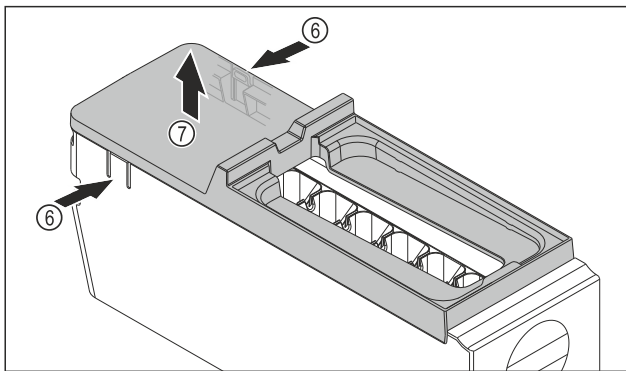

Fig. 79
- ▶ Abdeckung des EasyTwist-Ice-Korpus entnehmen: Laschen Fig. 79 (6) an den beiden Seiten des EasyTwist-Ice-Korpus mit einer Hand drücken.
- ▶ Abdeckung Fig. 79 (7) mit der anderen Hand nach oben entnehmen.